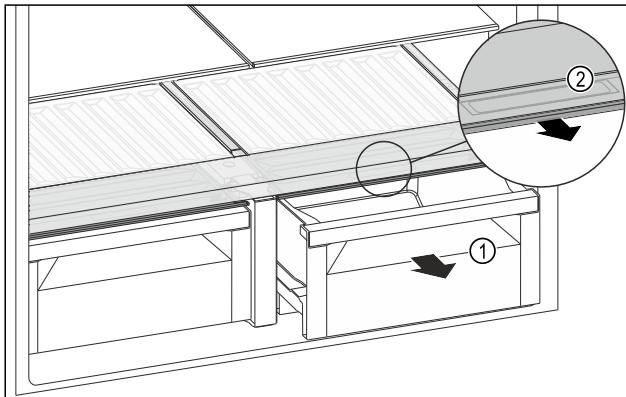

Fig. 126
- Витягніть висувний ящик Fig. 126 (1).
- Візьміться за потайну ручку Fig. 126 (2) на кришці відділення й одночасно потягніть кришку відділення вперед.